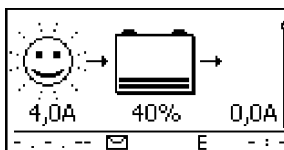
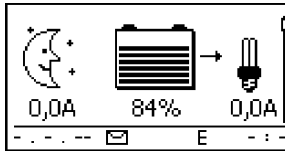

Abb. 7: Display nach dem Anschließen des Solarmoduls bei Sonnenschein
Abb. 8: Display nach dem Anschließen des Solarmoduls ohne Sonnenschein
3. ➤ Abdeckung vom Solarmodul entfernen und – falls vorhanden – DC-Lasttrennschalter einschalten. Auf dem Display erscheint Abb. 7 oder Abb. 8.
4. ➤ Wird Abb. 7/Abb. 8 nicht angezeigt, Installation prüfen und bei Bedarf den Fehler anhand ☞ 15, S. 53ff beheben.